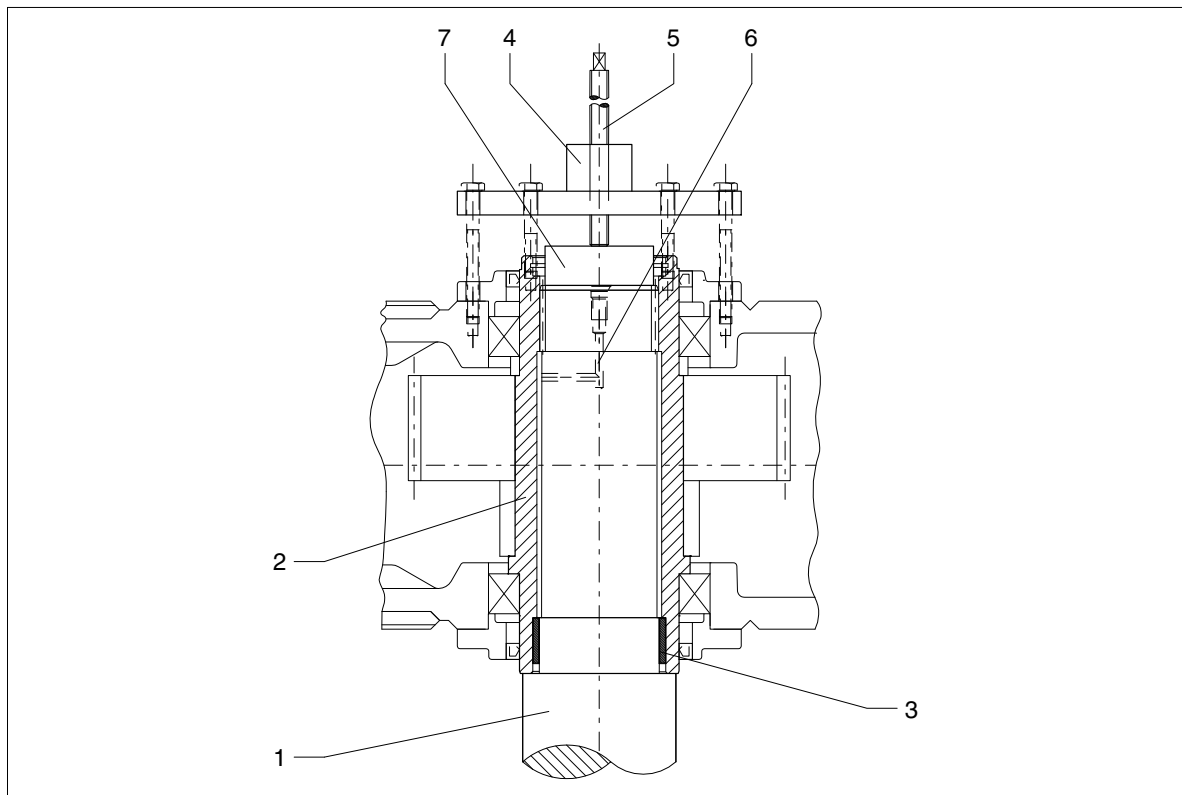

Figura 59: Eixo oco com perfil de cubo dentado, desmontagem através de um aparelho de elevação hidráulico ("Lukas")
- Caso as superfícies de assento estejam grimpadas, a remoção da transmissão deve ser facilitada com a aplicação de solvente de ferrugem. A aplicação de solvente de ferrugem pode ser efectuada através do conexão de óleo de pressão (ver figura 59) por exemplo através de uma bomba.
Caso não se escorar apenas no eixo oco, como mostrado na figura 59, e sim adicionalmente também na caixa, então as forças de extracção indicadas na tabela 24 em seguida não poderão ser ultrapassadas.